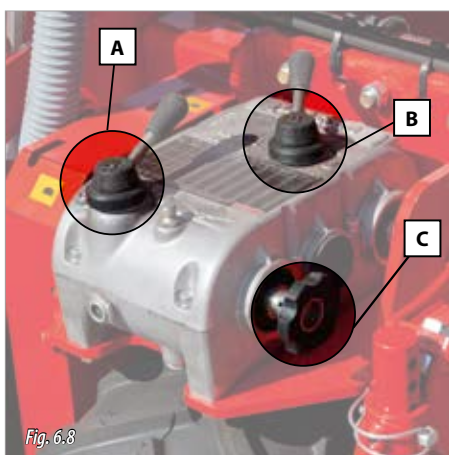

Fig. 6.8
- 2- Puneți maneta "A" (Fig. 6.8) în poziția dorită și învârtiți roata (C, Fig. 6.8) în sensul de înaintare până când are loc modificarea, sau puteți învârti roata motrice cu piciorul în sensul de înaintare. Repetați operațiunea și pentru maneta "B".